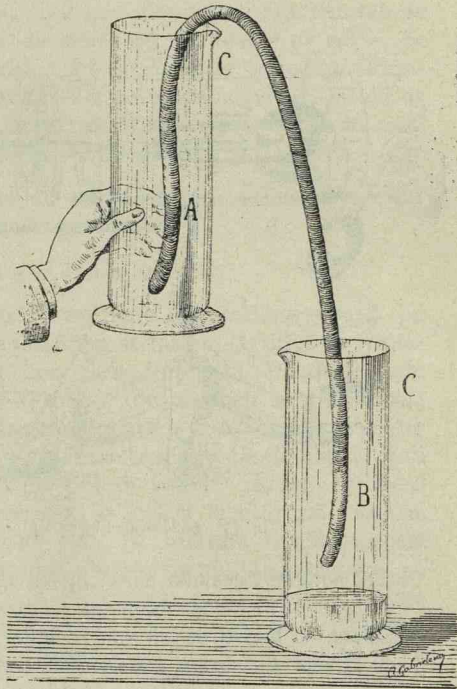

Fig. 137. Sifonarea bioxidului de carbon.
**Experiență.** Umplem cilindru  $C$  cu bioxid de carbon. Punem în el tubul de cauciuc  $A, B$ , fig. 137. Sugem prin  $B$  până ce simțim gustul acrișor al bioxidului de carbon. Punem capătul  $B$  în cilindru  $C'$ , pe fundul căruia se află puțină apă de var. După 2, 3 minute acoperim cilindru  $C'$  cu un geam și îl scuturăm. Apa de var se turbură. Bioxidul de carbon s'a scurs din  $C$  în  $C'$  prin tubul  $A, B$ . întocmai ca apa printr'un sifon.